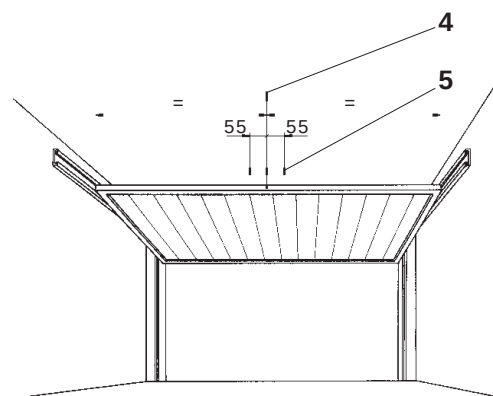

Fig. 3
- Tor ganz öffnen, Tormitte (4) auf Garagendecke übertragen. Links und rechts von Tormitte, im Abstand von je 55 mm, gut sichtbare Markierungen (5) anzeichnen. Fig. 3
- Tor ganz öffnen, Tormitte (4) auf Decke anzeichnen ➔ Antriebsachse. Fig. 3